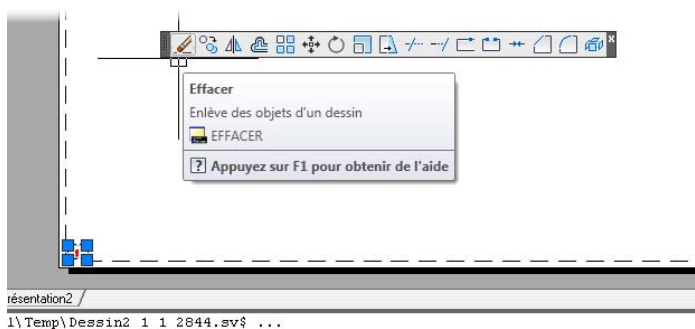

Figure 6.11
11. Effacez la fenêtre créée par défaut dans la présentation (voir Figure 6.11), car elle ne correspond pas à nos critères. Nous créerons une nouvelle fenêtre avec la mise à l'échelle du dessin.